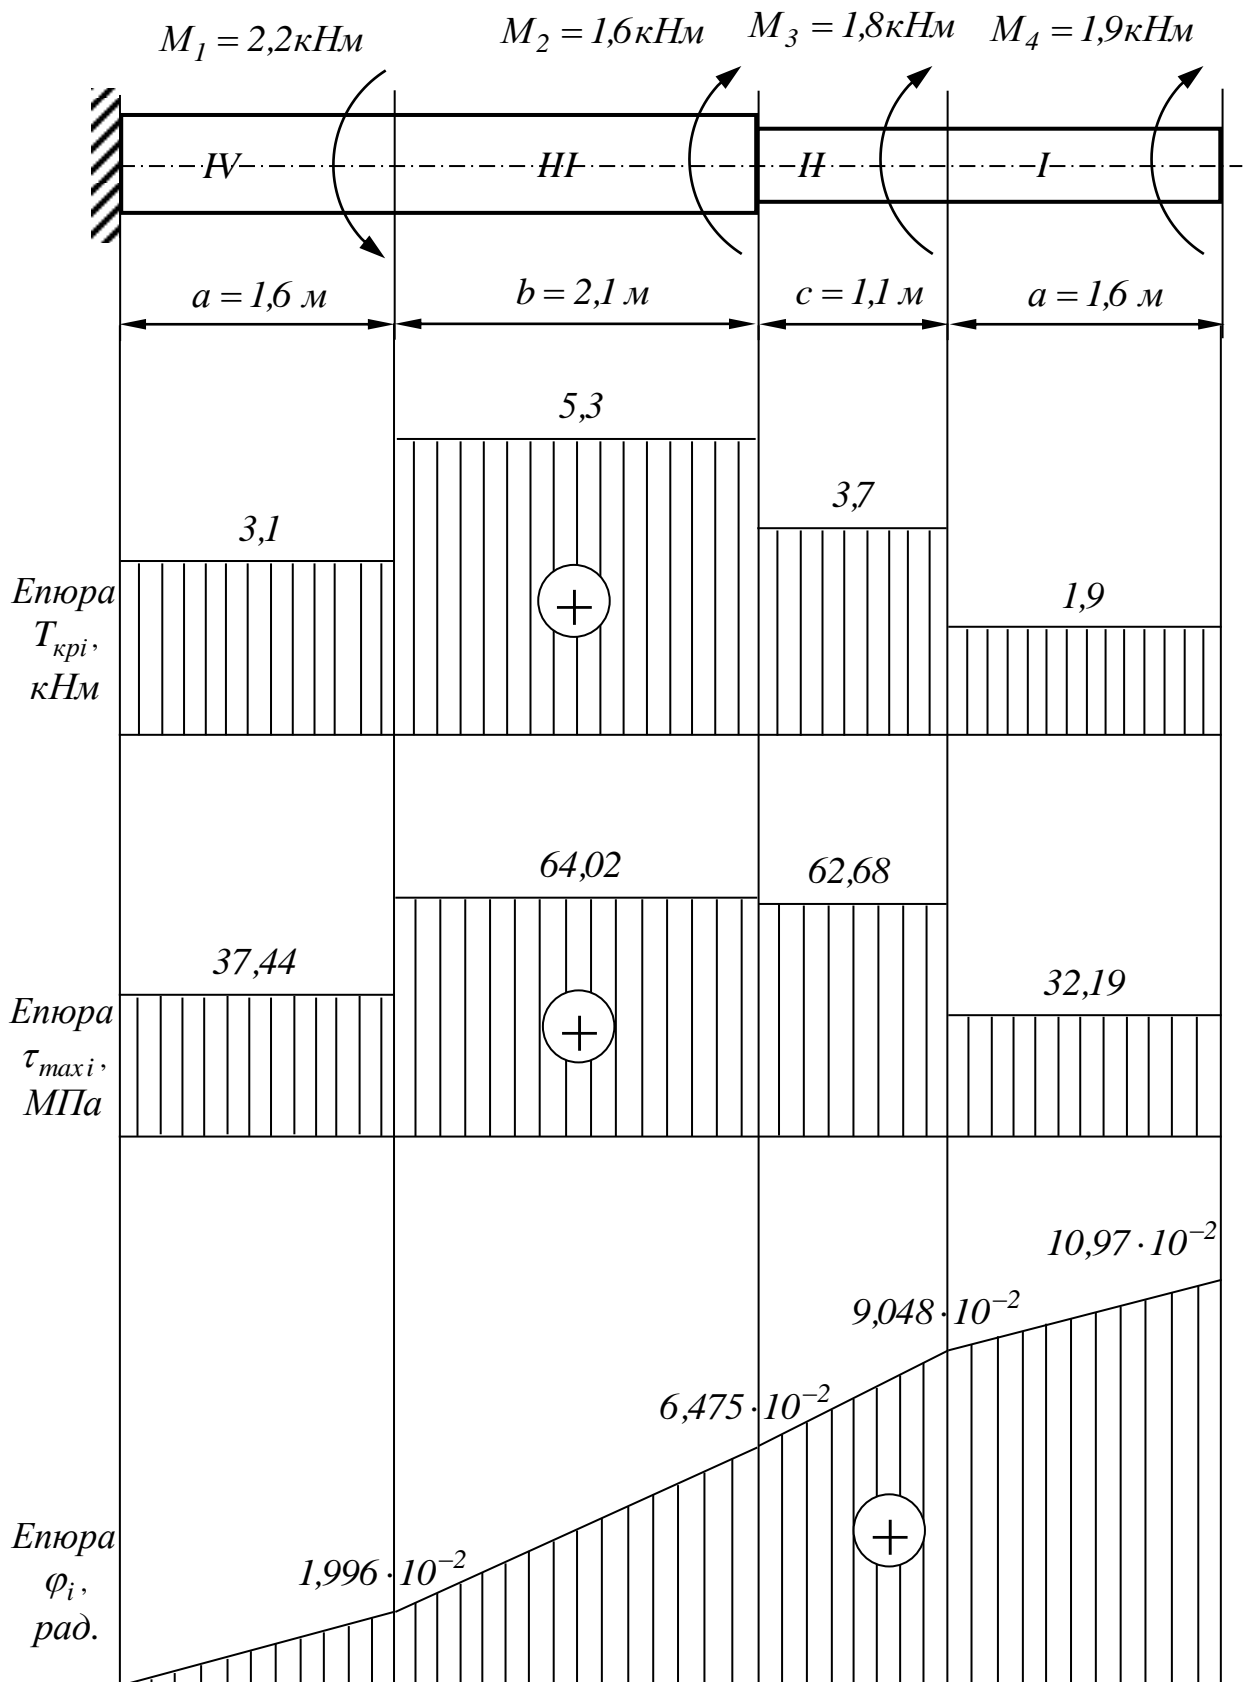

Рисунок 4
**Етап 5.** За виконаними розрахунками для кожної ділянки вала у прийнятому масштабі будуються епюри крутних моментів  $T_{кр}$ , максимальних дотичних напружень  $\tau_{max}$  і кутів закручення  $\varphi$  (рисунок 4).